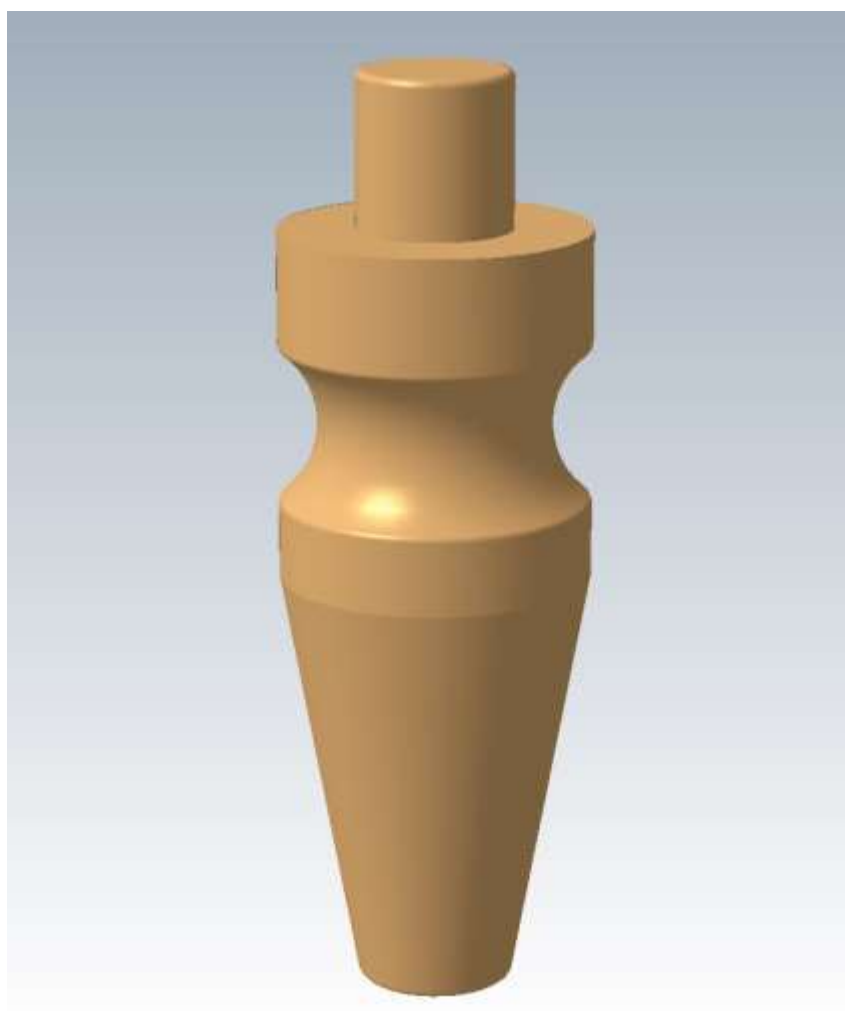
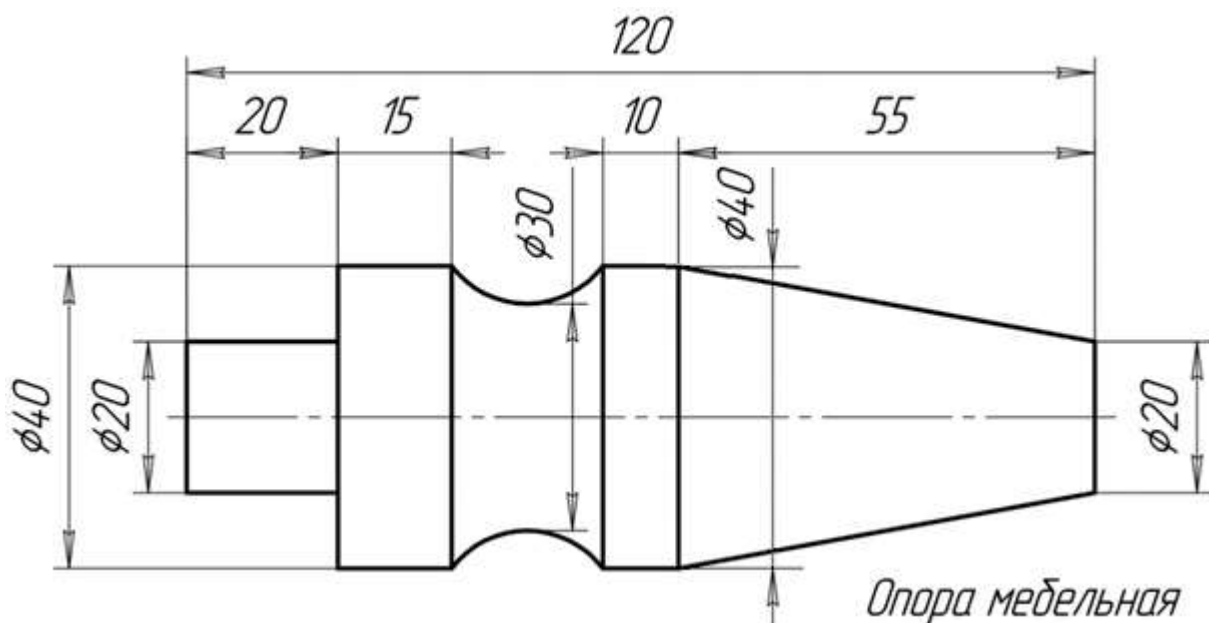

Рис. 1
Рис. 2
1. С помощью образца (Рис. 1) и чертежа (Рис. 2) изготовьте изделие на токарном станке.